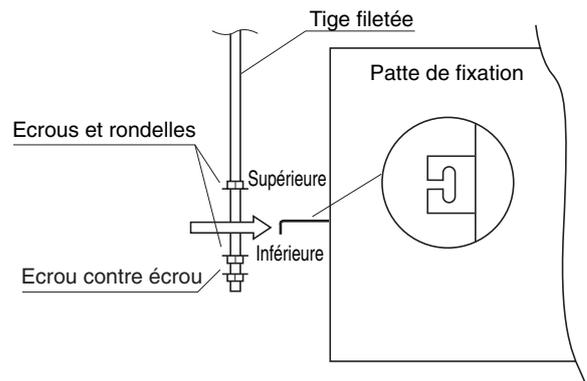

Fig. 3-24
- (2) Vissez les 3 écrous hexagonaux et les 2 rondelles (fourniture chantier) sur chacune des 4 tiges filetées de la manière illustrée à la figure 3-24. Utilisez 1 écrou et 1 rondelle pour la partie supérieure et 2 écrous et 1 rondelle pour la partie inférieure afin que l'unité ne se décroche pas des pattes de fixation.